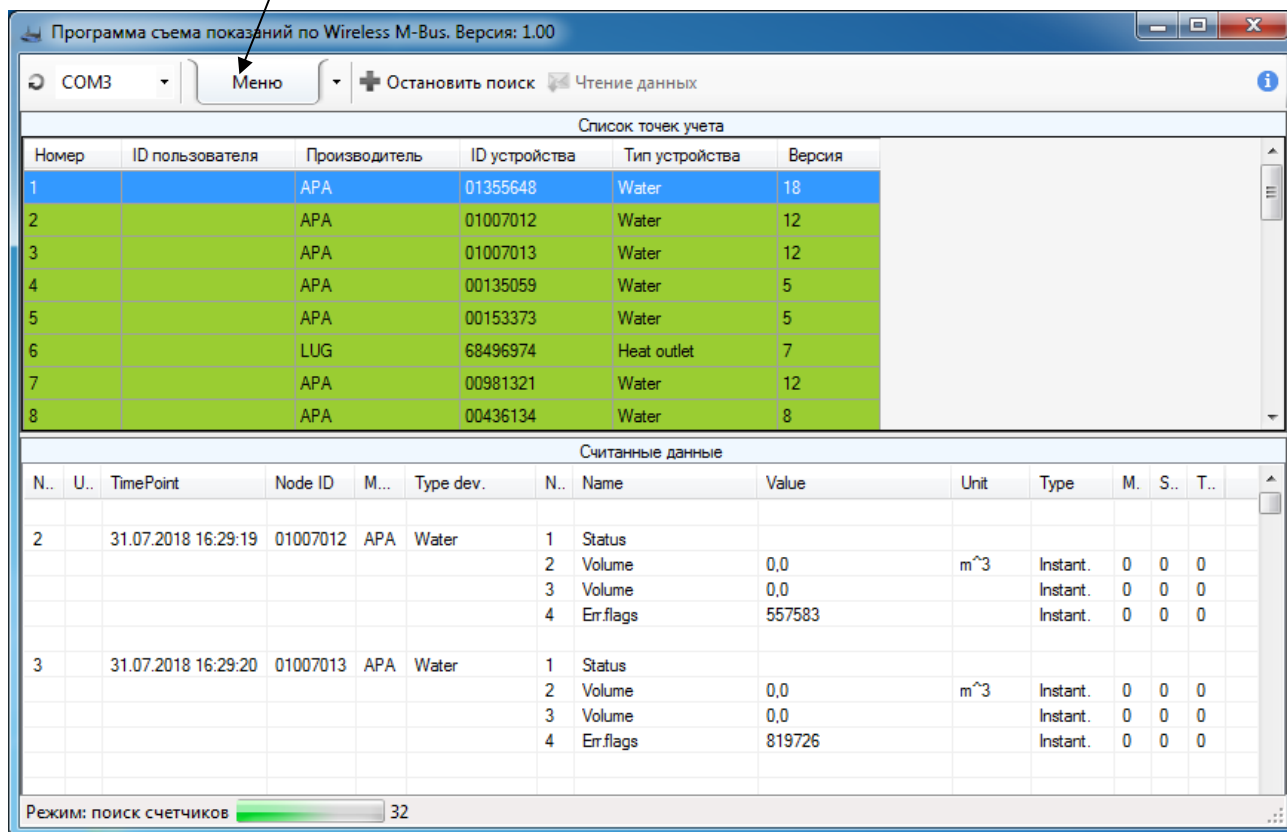

Рисунок 3.3 – Внешний вид программы при поиске приборов учета
3.1.5 Программное обеспечение позволяет вносить изменения в список точек учета. Для обучения работы с программным обеспечением необходимо выбрать закладку «Помощь» в разделе «Меню» (рисунок 3.3).